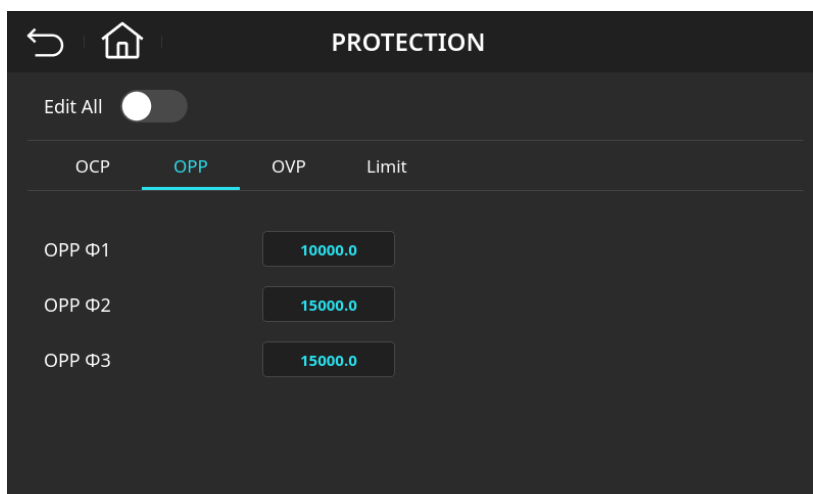

图 4-55 输出过功率保护页面(OPP Φ1=10000.0 VA)
4. 输入 **1**，**0**，**0**，**0**，**0**后按下 **Enter** 键，数值变更成“10000.0”，如图 4-55 所示。